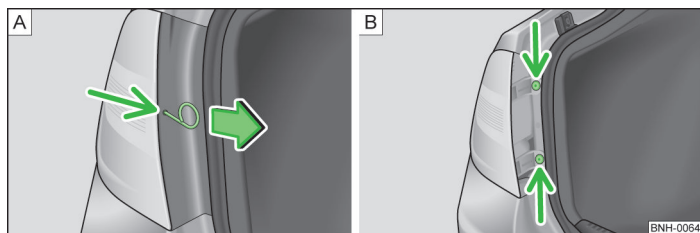

Fig. 133 Desmontar la cubierta de la lámpara/desmontar la lámpara
- Meter el estribo en el orificio por el punto indicado por una flecha » fig. 133 - [A] para retirar los tapacubos integrales » página 148, Herramienta de a bordo.
- Desenroscar las luces con el destornillador de la herramienta de a bordo » fig. 133 - [B].